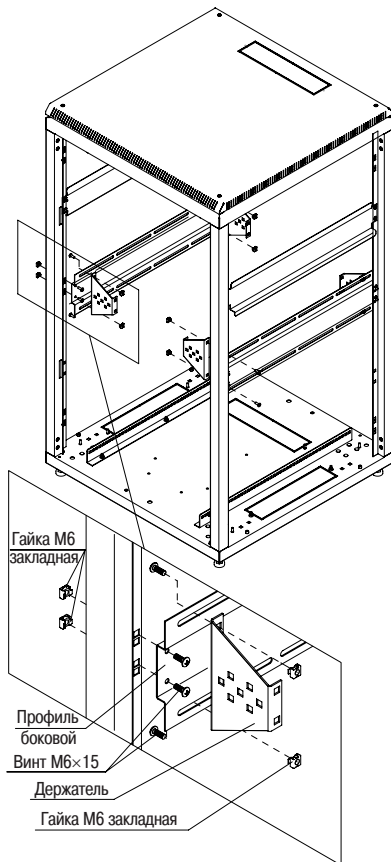

Рисунок 6 – Закрепление профилей боковых
3.1.5 В шкафах высотой свыше 27U дополнительно требуется закрепить на стойки шкафа профили боковые, а на профили боковые закрепить держатели также с помощью закладных гаек М6 и винтов М6×15 (рисунок 6).